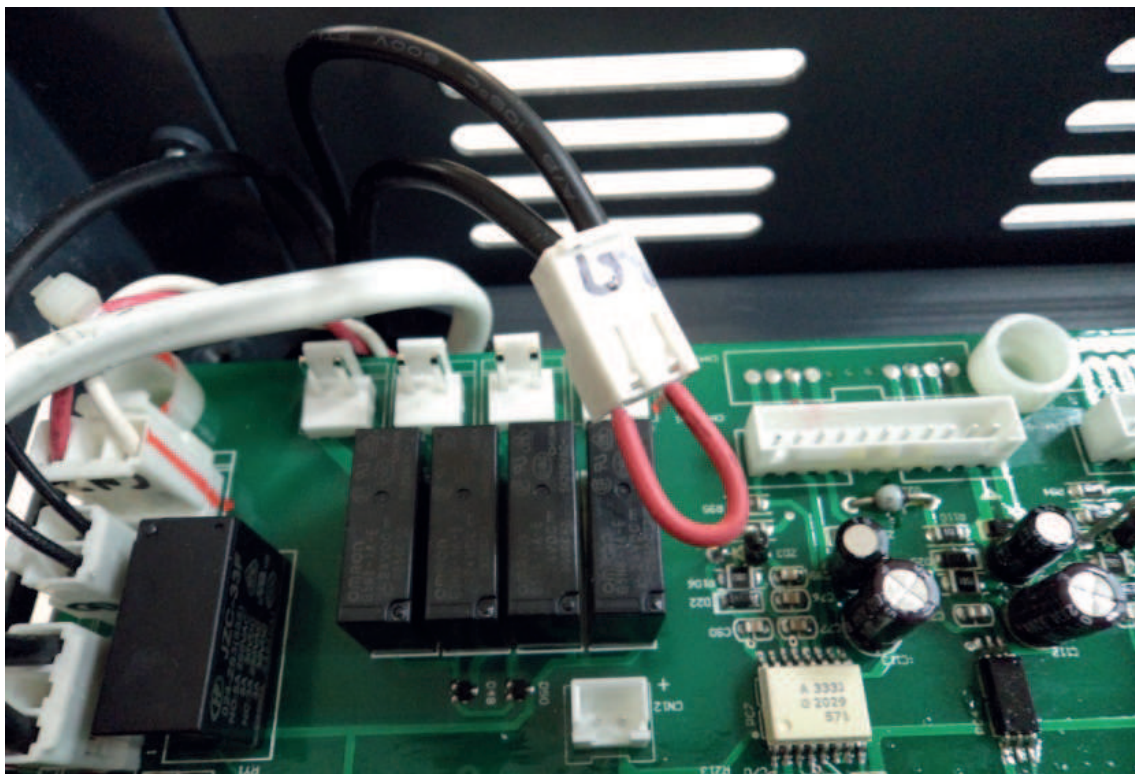

Рис.4.13
- 4.10.5. Вставить в гнезда разъёма кабеля управления платы питания вентиляторов 4.4.34 проволочную перемычку (рис.4.13).